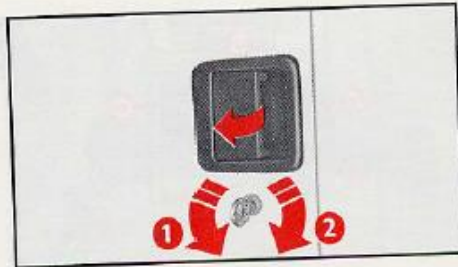

fig. 23
– por fuera, **fig. 23** gire la llave en la cerradura: en posición 2 para abrir y en posición 1 para cerrar.